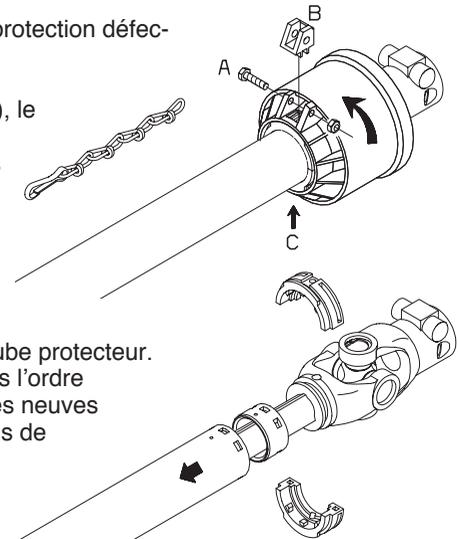

Fig. 28
1. Retirez le boulon (A) (Fig. 28), le verrou (B) (Fig. 28) et le graisseur (C) (Fig. 28). Faites pivoter le couvercle de l'union d' $1/4$ de tour et tirez-le vers l'arrière.